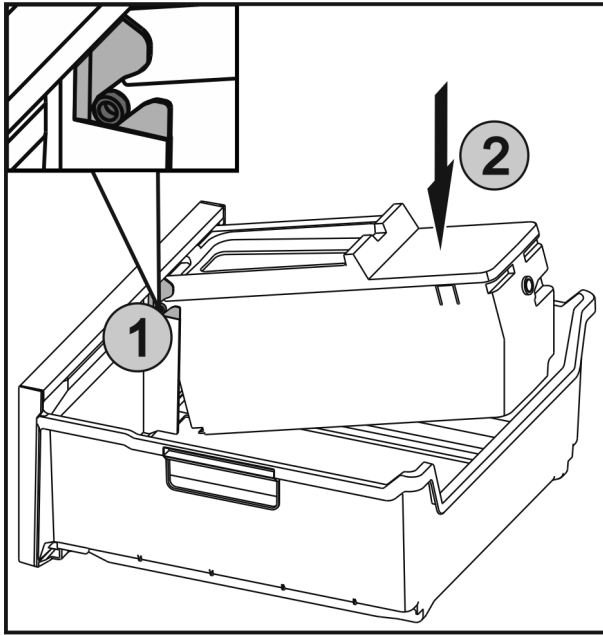

Fig. 33
- ▶ Die Achsen Fig. 33 (1) an EasyTwist-Ice in die Führungen einschieben und die hintere Seite Fig. 33 (2) bis die Lasche einrastet drücken.